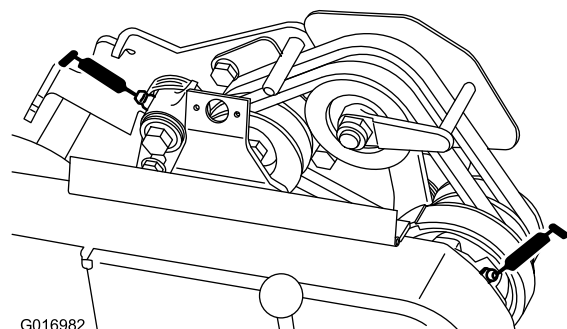

Figura 20
- 2 nos apoios da correia (Figura 20).